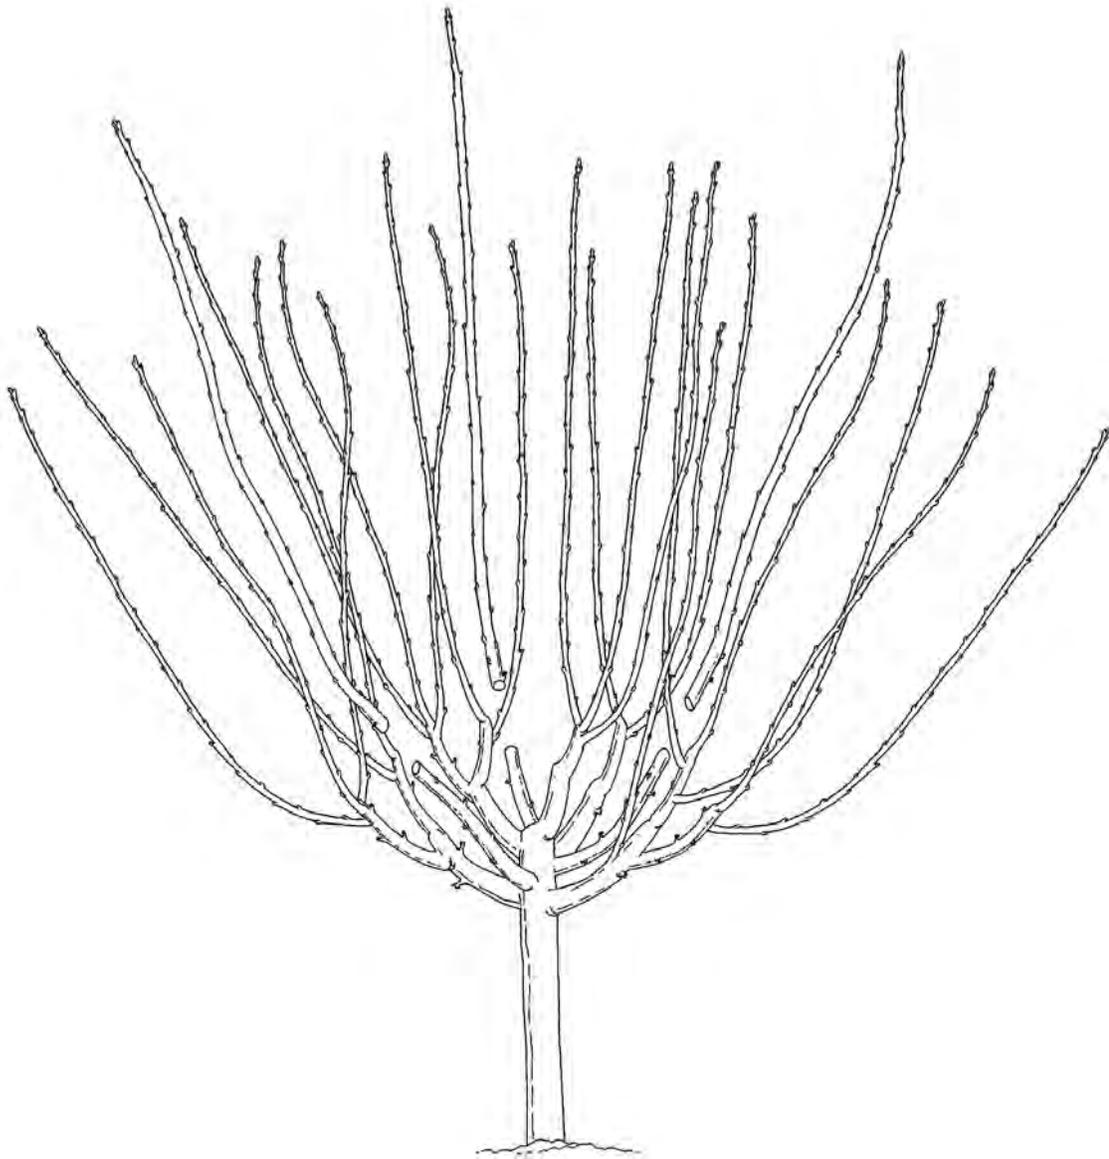

Figura 11
- Rebaje los ejes seleccionados, dejando un tocón de aproximadamente 10 pulgadas (Figura 11). El tocón debe tener tres o cuatro yemas. De este tocón saldrá un nuevo eje que formará nueva madera fructífera.